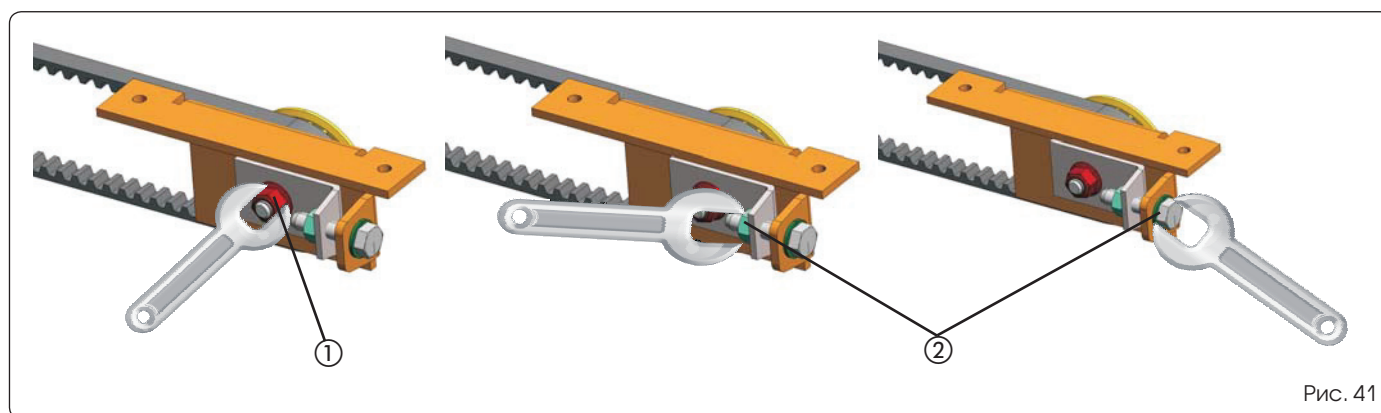

Рис. 41
- Ослабьте гайку (рис. 41, поз. 1).
- Поворачивайте винт и болт (рис. 41, поз. 2), чтобы натянуть или ослабить ремень.
- По завершении затяните гайку (рис. 41, поз. 1).